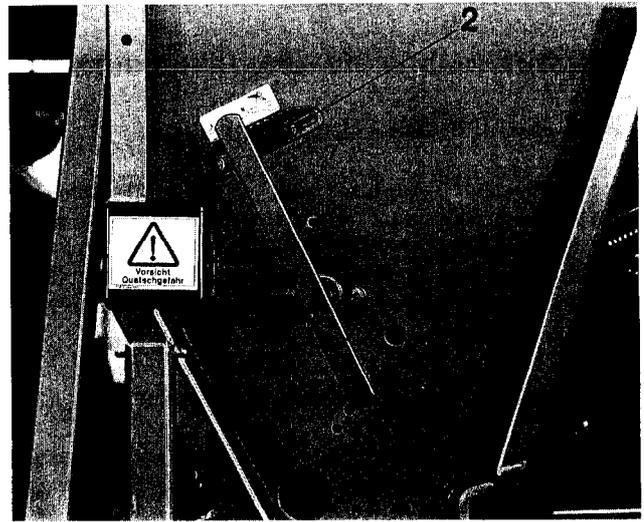

Fig. 63
Der Hebel (Fig. 63/1) zum Einstellen der in den Dosiergehäusen (Fig. 60/4) angeordneten Bodenklappen befindet sich in Fahrtrichtung gesehen an linker Maschinenseite. Am Rastenblech (Fig. 63/2) kann der Hebel in acht verschiedene Positionen eingestellt werden.
- Absperrschieber (Fig. 60/3) öffnen und Bodenklappenstellhebel (Fig. 63/1) über Rastenblech (Fig. 63/2) hinweg nach hinten ziehen. Sind zwischenzeitlich Auffangbehälter zu entleeren, Bodenklappen mit Bodenklappenstellhebel schließen.